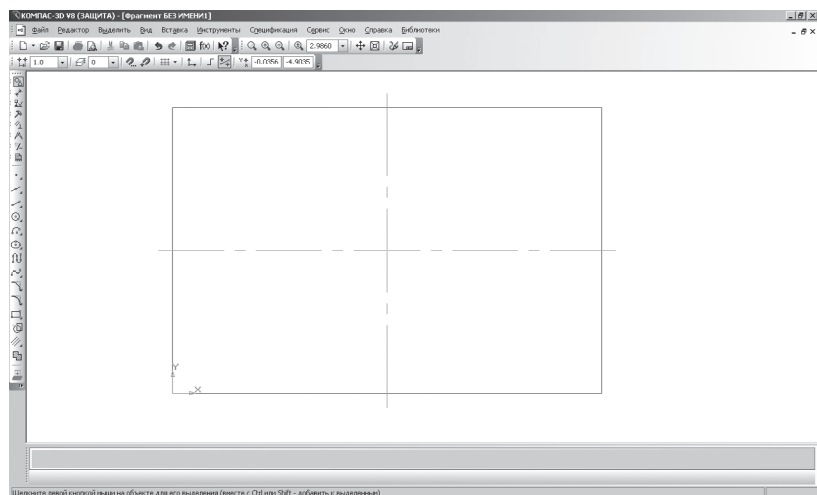

Рис. 28. Увеличение масштаба
- щелкните по кнопке  – **Увеличить масштаб** 6 раз и сравните полученное изображение с рис. 28.